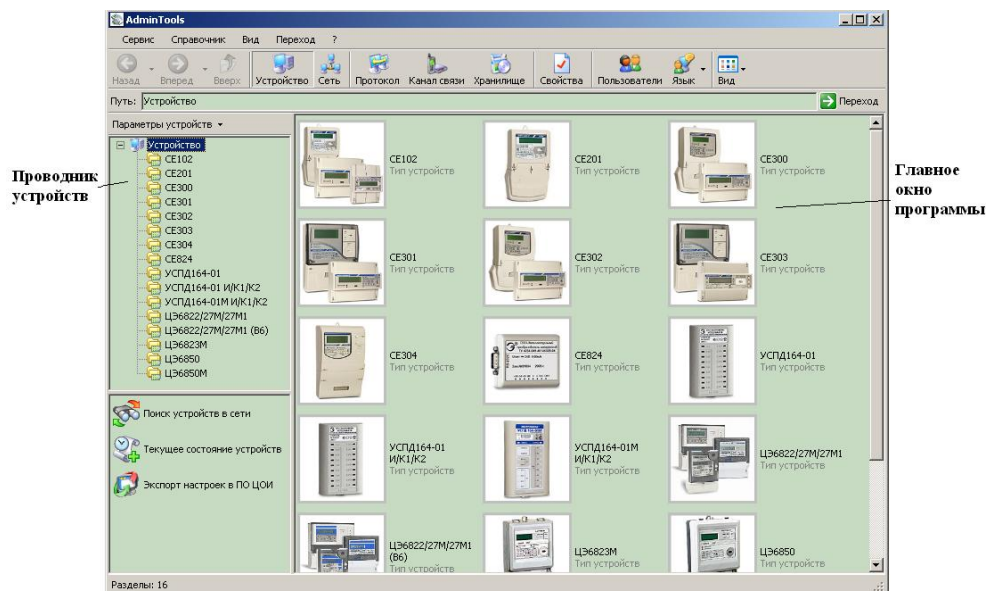

Рисунок 4.1 Вид окна программы для выбора типа счётчика
4.1 Нажать кнопку «**Устройства**» на панели инструментов. Выбрать тип устройства «CE303» («CE301») в проводнике устройств, находящемся в левом верхнем углу, одним нажатием левой кнопки мыши или в главном окне программы двойным нажатием кнопки мыши (рисунок 4.1).